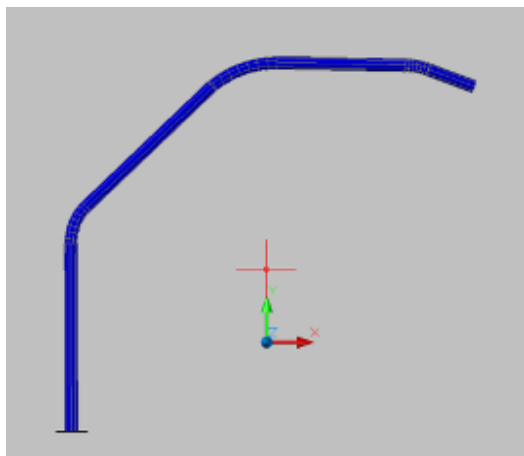

Figura 2
**Arc lateral de securitate** (Figura 2) = structură din țevă de oțel tubulară dintr-o singură bucată fără îmbinări, fixată la un capăt pe podeaua caroseriei, în cazul în care autovehiculul are caroserie sau pe o altă structură constructivă de bază (șasiu sau cadru inferior de bază) iar la celălalt capăt de **Arcul principal de securitate** în partea superioară a acestuia. Arcul de siguranță lateral copiază forma stâlpului A și a cadrului lateral superior frontal al caroseriei (în cazul în care caroseria există).